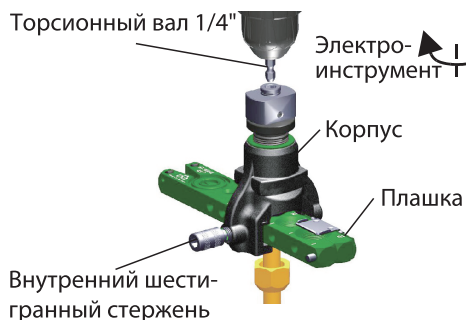

Рис. 7
2. С помощью электроинструмента выполните плавную развальцовку.(рис.7).